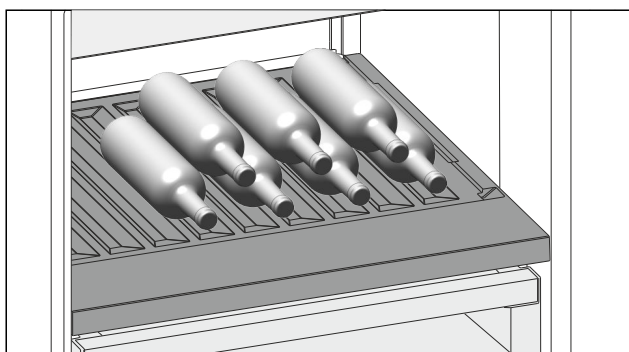

Fig. 144
- Láhve ukládejte dnem dozadu k zadní stěně. (viz Fig. 144)